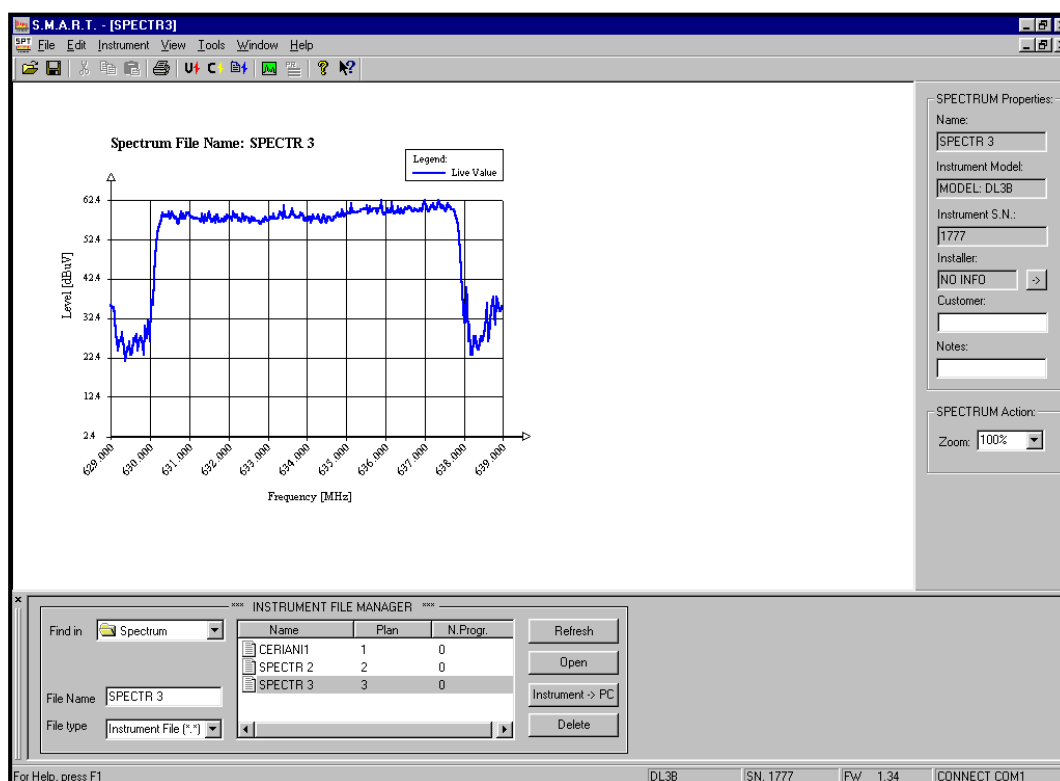

Figure 5.1
- Ouvrir le répertoire LOGGER, (Fig. 5.1 et 5.2),
4. Cliquer sur le répertoire "Spectrum" et sélectionner un fichier Spectre (Cf. Fig. 5.1)
- d) Apparaît à l'écran la fenêtre "**Instrument File manager**", ouvrir le répertoire "**Spectrum**" en cliquant 2 fois dessus (Fig. 5.1)
- f) Cliquer 2 fois sur le spectre à visualiser (Fig. 5.1)
- d) Apparaît à l'écran la fenêtre "**Instrument File manager**", ouvrir le répertoire "**User data**" en cliquant 2 fois dessus (Fig. 5.1)
- Cliquer sur le bouton "**PC - Instrument**" dans la fenêtre "**Instrument File Manager**" (Fig. 5.1) pour transférer le plan de mémoire du PC vers le mesureur,